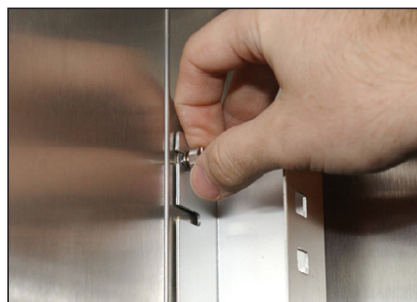

Рис. 1. Установка стоек на боковой стенке устройства.
2. Установить стойки в нужное положение за винтами. См. рис. 1 и 3.